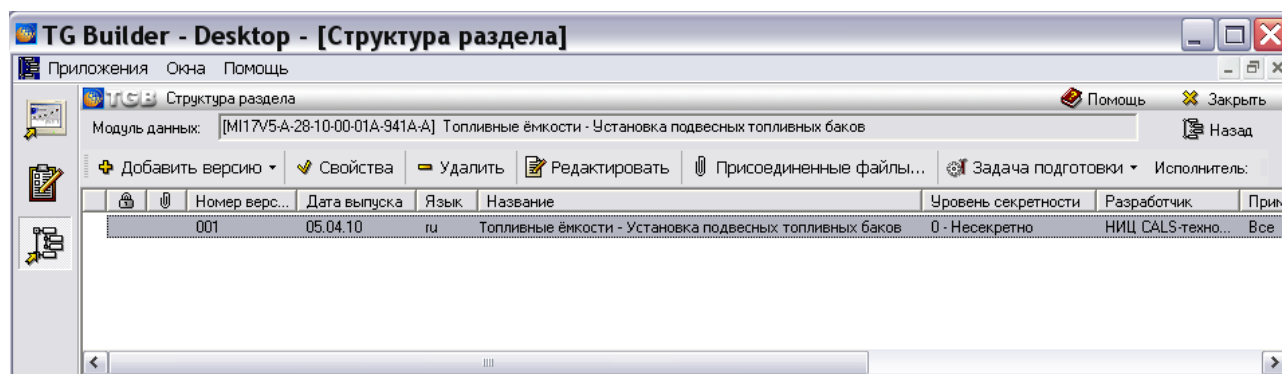

Рис. 90
1. Раскройте структуру проекта и войдите в редактор версий модуля данных типа **Электронный каталог**, например с названием «Топливные емкости – Установка подвесных топливных баков» (Рис. 90).